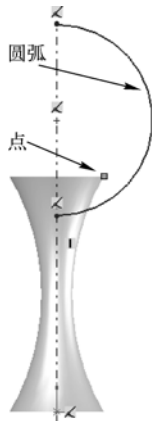
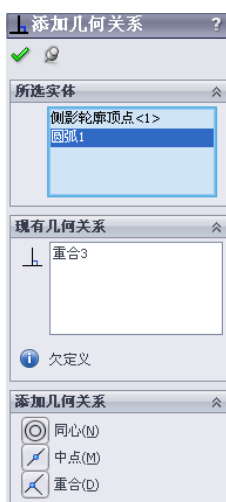
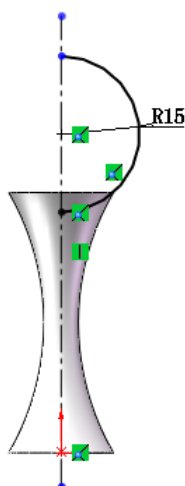

图 5-43 绘制的草图
图 5-44 “添加几何关系”属性管理器
图 5-45 添加几何关系后的图形
(6) 绘制草图。单击“草图”工具栏中的（中心线）按钮，绘制一条通过原点的中心线；单击“草图”工具栏中的（圆心/起/终点画弧）按钮，绘制一个圆心在中心线上的圆弧，结果如图 5-43 所示。
(7) 添加几何关系。选择菜单栏中的“工具”→“几何关系”→“添加”命令，此时系统弹出如图 5-44 所示的“添加几何关系”属性管理器。单击图 5-43 中的右边标注的点和圆弧，此时所选的实体出现在属性管理器中，然后单击属性管理器中的（重合）按钮，此时“重合”关系出现在属性管理器中。单击属性管理器中的（确定）按钮，再单击“尺寸/几何关系”工具栏中的（智能尺寸）按钮，标注图 5-43 中圆弧的尺寸，结果如图 5-45 所示。